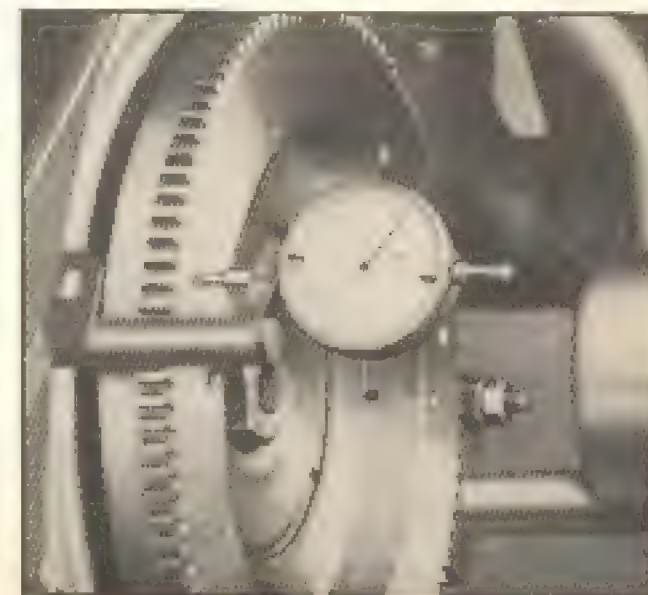

Fig. 12-H — Montagem do micrômetro do lado do volante, para verificação da folga axial da árvore de manivelas.
- 1 — Mede-se a folga axial com o dispositivo VW (medida a), como se vê na fig. 12-H.